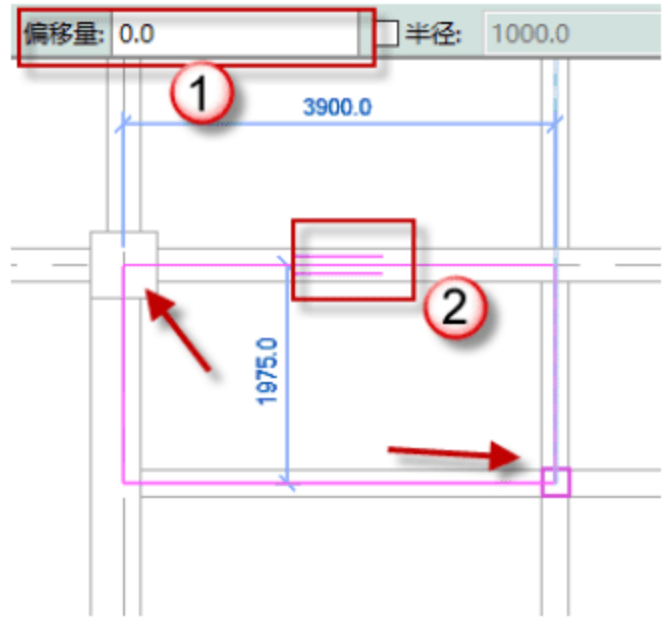

图 4.3.40 绘制 19 号板
(15) 绘制 19 号板，单击“矩形”按钮，绘制 19 号板，调整跨方向，将偏移量设置为 50，单击 ✓ 按钮，完成绘制，如图 4.3.40 所示。